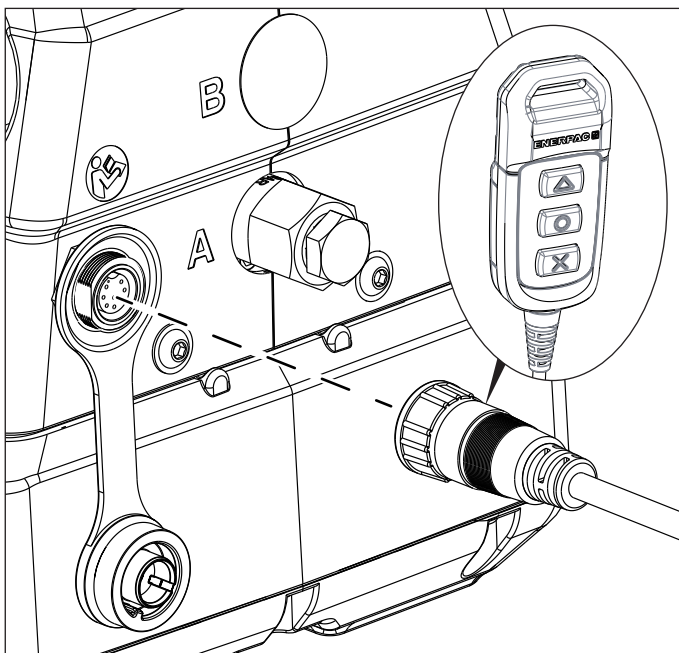

Abbildung 5: Anschluss der Fernbedienung
1. Entfernen Sie die Staubschutzkappe vom Anschluss an der Vorderseite der Pumpe und schließen Sie das Kabel der Fernbedienung an. Siehe Abbildung 5.